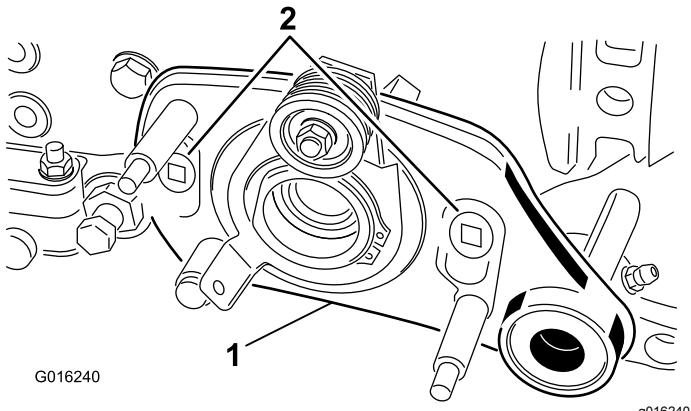

Bild 36
8. Entfernen Sie die zwei Ansatzschrauben, mit denen der Groomerantrieb an den Seitenplattenadapters befestigt ist (Bild 36).